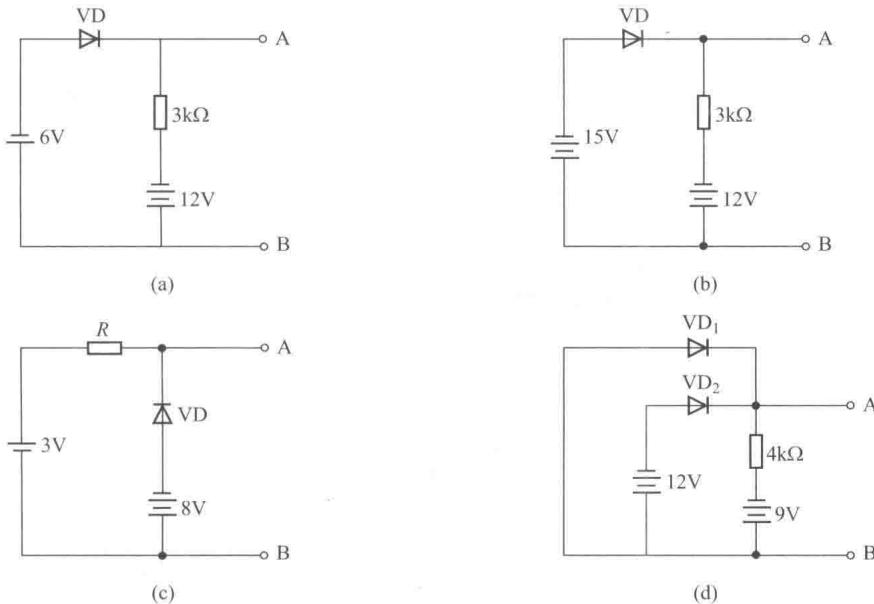

图 1-2
13. 判断图 1-2 所示各电路中的二极管是导通还是截止，并求出 AB 两端电压  $U_{AB}$ （设二极管均为理想的）。